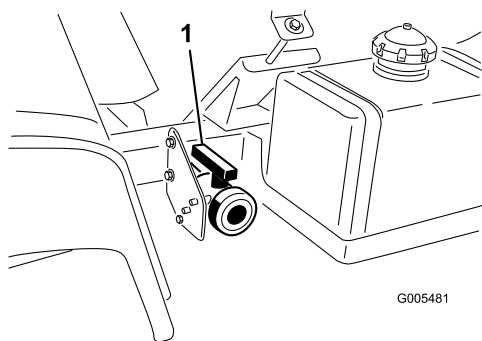

図 26
2. タンクのドレン・バルブは車両の左側にある (図 26)。燃料タンクの前にあるのがドレン・バルブである。